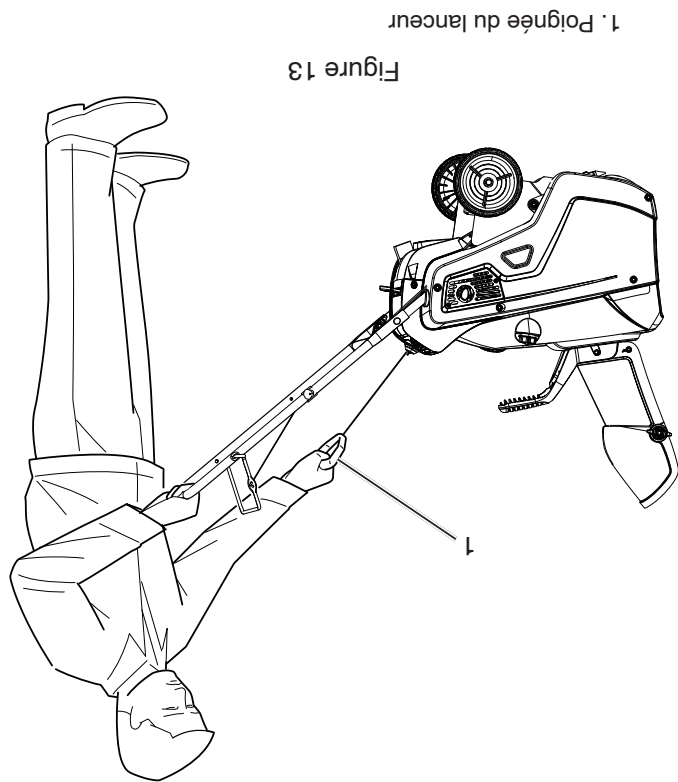
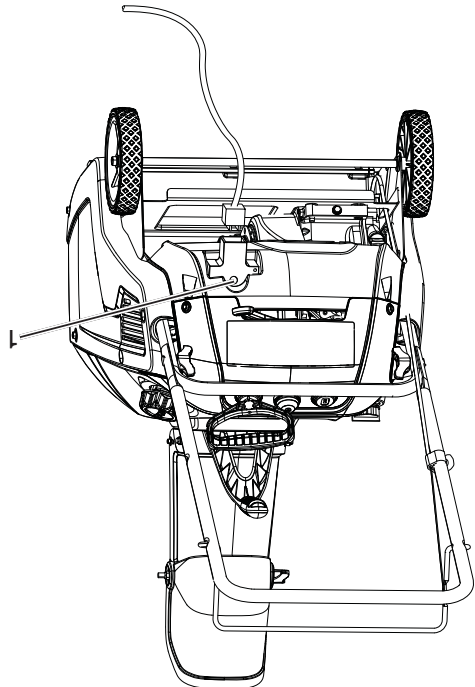

Figure 13
Figure 12
6. Débrancher la rallonge de la source d'alimentation et de la souffluse à neige (Figure 12).
4. Tirer le lanceur à enrouleur (Figure 13) ou si votre souffleur à neige est équipé d'un démarreur électrique, brancher une rallonge au souffleur à neige et brancher l'autre extrémité dans une prise d'alimentation à trois trous 110 volts c.a., puis appuyer sur le bouton du démarreur électrique (Figure 12).